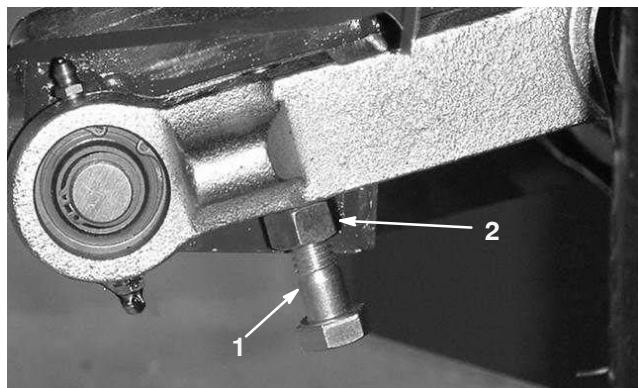

Figure 21
- Pour ajuster la distance, localisez le boulon sur la bielle de pivot arrière du plateau de coupe (Fig. 21). Desserrez l'écrou de blocage sur le boulon de réglage. Desserrez ou serrez les boulons de réglage de façon à obtenir un écartement de 13 ± 3 mm, puis serrez l'écrou de blocage.